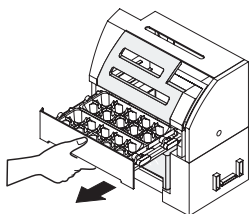

Fig. 12
- Sacar la bandeja para hielos y retirarla del kit Fig. 11. Limpia el interior y el exterior de la bandeja para hielos con detergente y enjuágalo con abundante agua de uso Fig. 12.